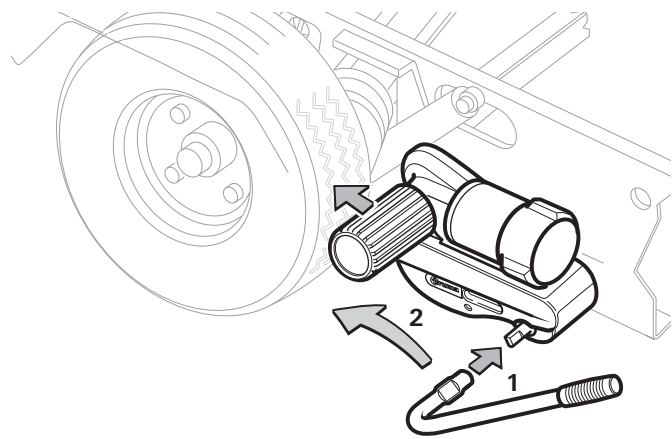
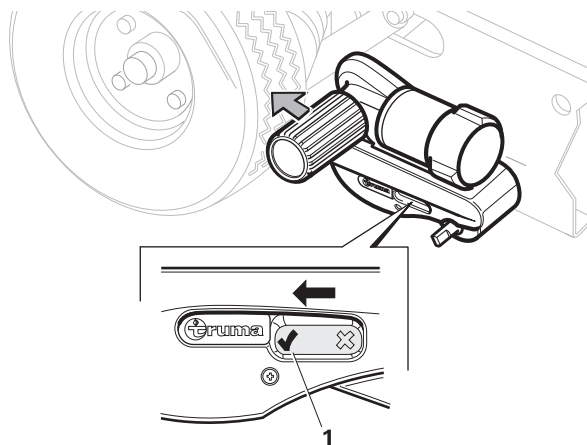

Figure 4
Figure 5
- Engager le levier de plaquage sur l'arbre de rabattement (Fig. 4 - 1).
- Tourner le levier de plaquage dans le sens de la flèche (vers la roue du véhicule) (figure 4 - 2) jusqu'à ce que l'indicateur de position dans le boîtier se trouve sur « ✓ » (figure 5 - 1). L'unité d'entraînement s'enclenche en position finale et le rouleau d'entraînement se presse d'environ 20 mm contre le pneu. Cela doit être vérifié sur les deux côtés avant la manœuvre.